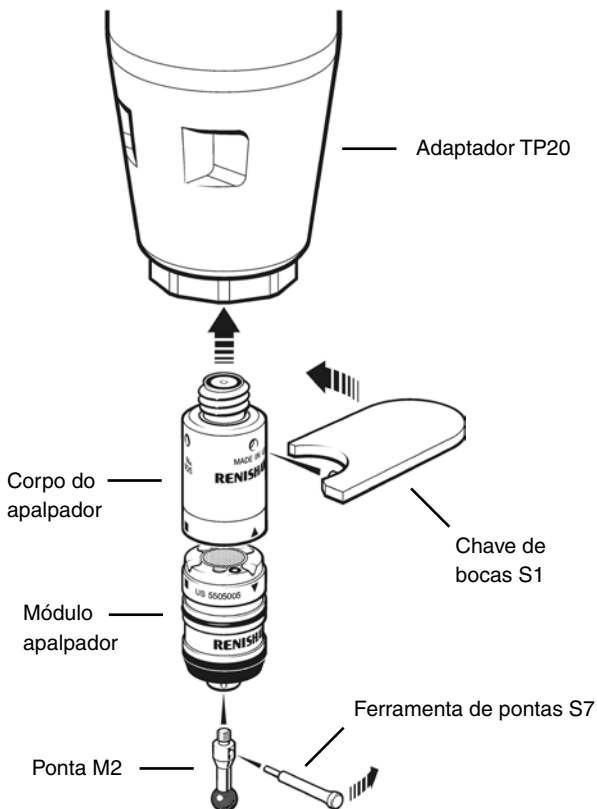

Figura 3 – Instalação do apalpador TP20 em adaptadores FARO
Para instalar o módulo apalpador TP20, observar o procedimento seguinte (ver a Figura 3):
2. Aplicar a chave de bocas S1 (fornecida) no corpo do apalpador, conforme indicado na Figura 3.
Para colocar uma ponta no módulo apalpador, observar o procedimento seguinte (ver a Figura 3):